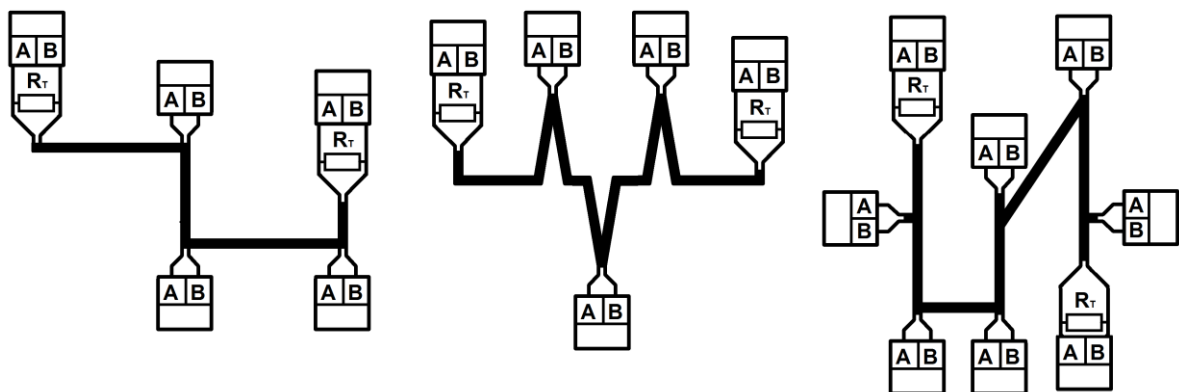

Рисунок 4 – Правильная установка резисторов-терминаторов (RT)
6. Резисторы-терминаторы следует устанавливать между проводниками сигналов А и В. Если на концах кабеля подключены повторители ARP485M, резисторы номиналом 120 Ом подключаются простым включением соответствующих переключателей на повторителях (при необходимости использовать резисторы с сопротивлением, отличным от 120 Ом, они должны быть подключены к разъемам повторителя снаружи). В противном случае терминаторы на концах кабеля необходимо устанавливать отдельно. В связи с этим, подключать ARP485M рекомендуется именно на концах кабеля. Примеры установки показаны на рис. 4.